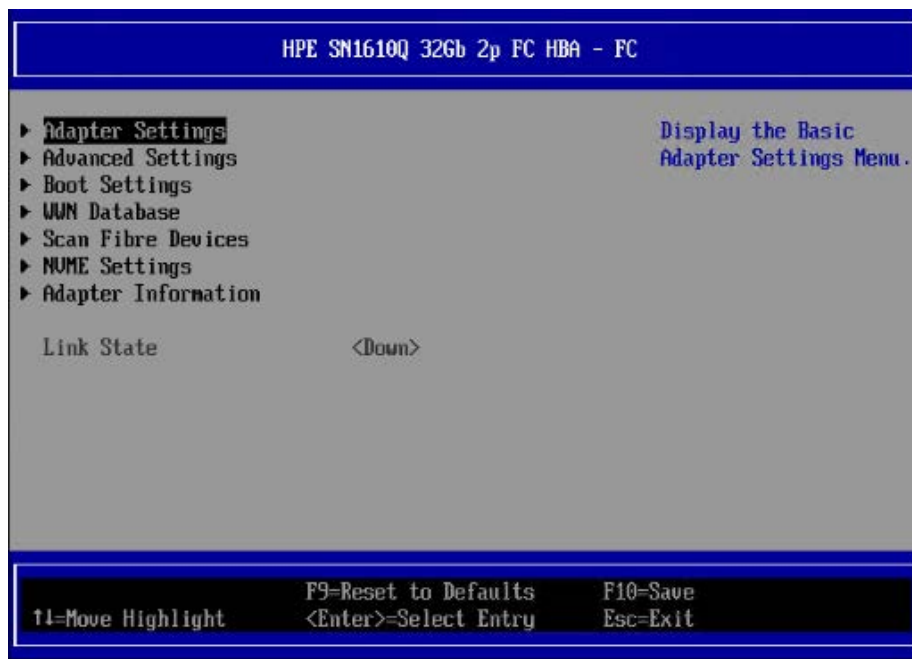
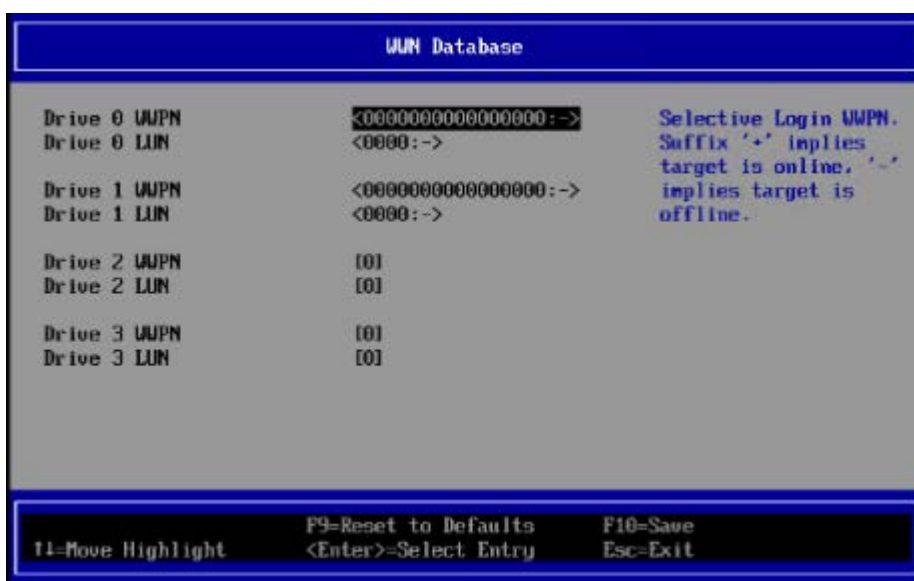
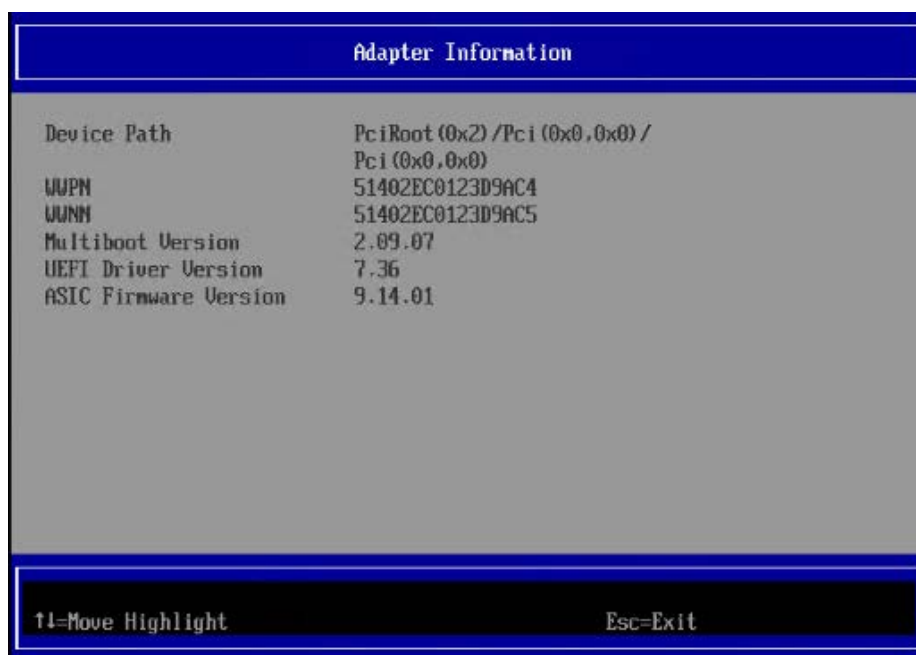

図 1-2 HII Main Configuration Page
図 1-7 WWN Database ウィンドウ
図 1-9 Adapter Information ウィンドウ
- (2) 設定を行うデバイスを選択し、ENTER キーを押して下さい。Main Configuration Page(図 1-2)が表示されます。
Main Configuration Page(図 1-2)から以下を実行できます。
Basic Port Parameter を設定するために Main Configuration Page (図 1-2) で Adapter Settings を選択して ENTER キーを押して下さい。Basic Port Parameter を表示する Adapter Settings ウィンドウ(図 1-3)が表示されます。
Advanced Port Parameter を設定するために Main Configuration Page (図 1-2) で Advanced Settings を選択して ENTER キーを押して下さい。Advanced Port Parameter を表示する Advanced Settings ウィンドウ(図 1-4)が表示されます。矢印キーを使用してパラメータを選択し、パラメータを変更して ENTER キーを押して下さい。
Boot-from-SAN パラメータと Drive Mapping を設定するために Main Configuration Page (図 1-2) で Boot Settings を選択して ENTER キーを押して下さい。Boot-from-SAN パラメータと Drive Mapping を表示する Boot Settings ウィンドウ(図 1-6) が表示されます。
WWN database 内のストレージデバイスリストを設定するために Main Configuration Page (図 1-2) で WWN Database を選択して ENTER キーを押して下さい。ストレージデバイスの WWN と LUN の一覧を表示する WWN Database ウィンドウ(図 1-7)が表示されます。
Fibre Channel デバイスをスキャンします。スキャンした結果は WWN Database ウィンドウ(図 1-7)の候補として表示されます。スキャンを実行しデバイスを検出するためには、サーバ起動時に Boot Settings ウィンドウ(図 1-6)の Adapter Driver が Enable に設定されている必要があります。
アダプタ情報を確認するために Main Configuration Page (図 1-2) で Adapter Information を選択して ENTER キーを押して下さい。Adapter Information ウィンドウ(図 1-9)はアダプタとポートの情報を表示します。Main Configuration Page (図 1-2)に戻るためには ESC キーを押して下さい。